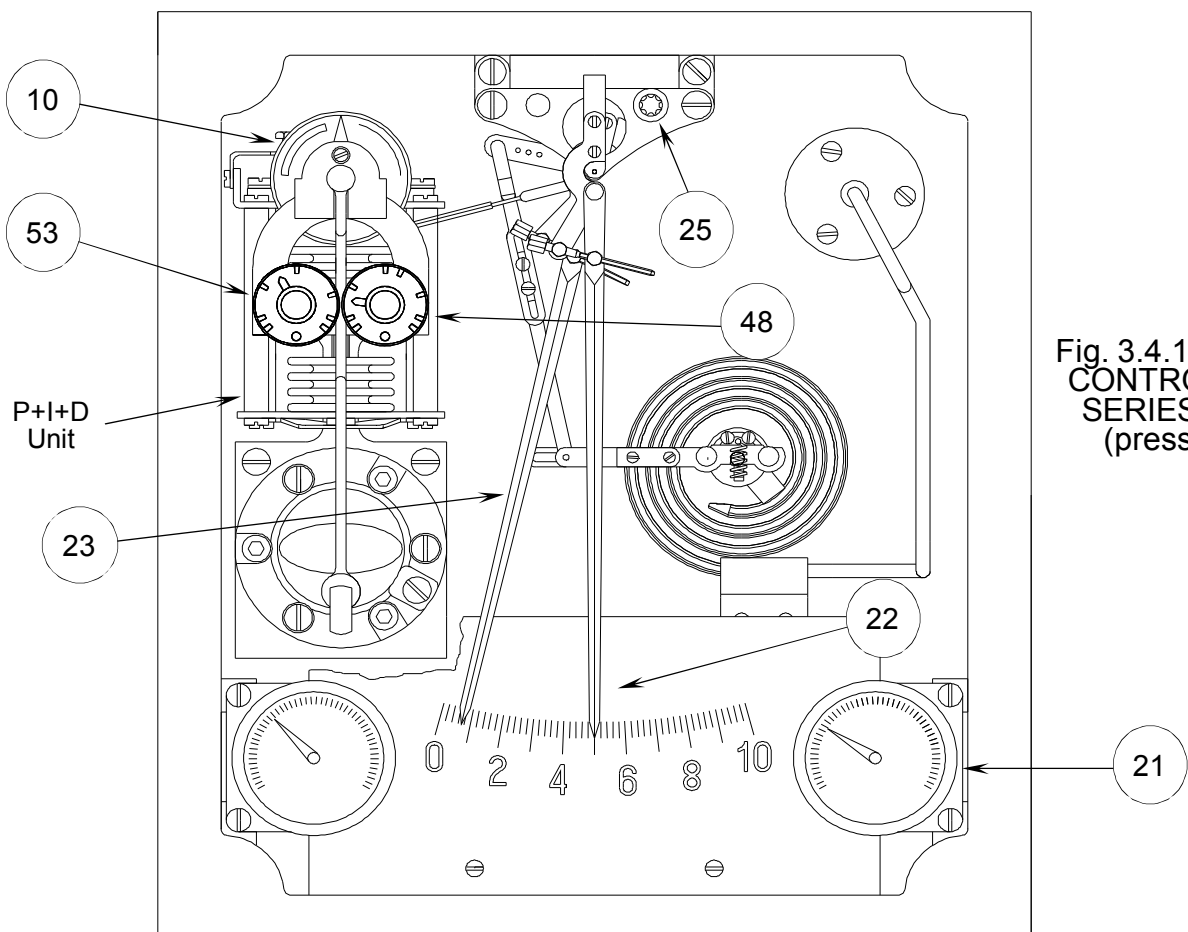

Fig. 3.4.1 "P+I+D
3.4. PROPORTIONAL + INTEGRAL + DERIVATIVE CONTROLLER (P+I+D) (Fig. 3.4.1)